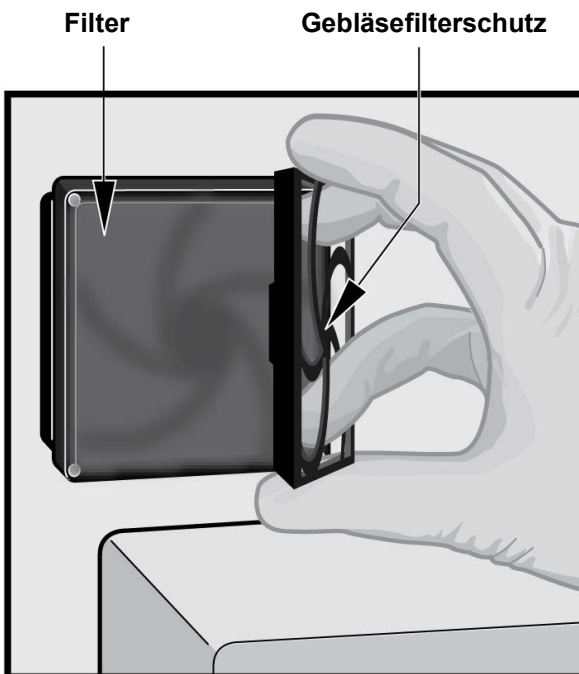

Abbildung 9-22. Abnehmen des Gebläsefilterschutzes mit Filter
4. Nehmen Sie den Gebläsefilter mit Schutz vorsichtig vom Gehäuse ab. Vgl. Abbildung 9-22. Legen Sie ihn bis zum Ende des Filterausbaus zur Reinigung beiseite.